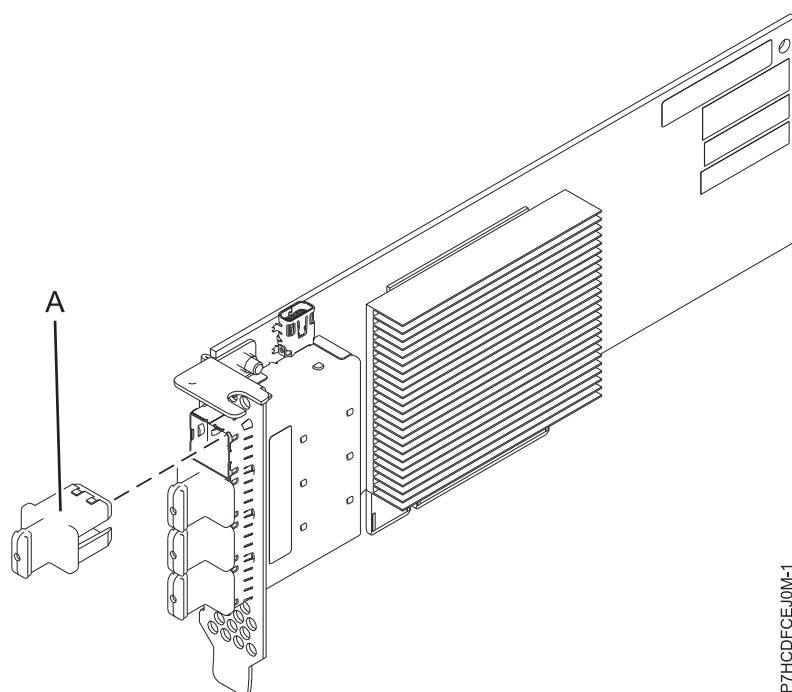

図 20. PCIe3 RAID SAS クワッド・ポート 6 Gb LP アダプター
PCIe3 RAID SAS クワッド・ポート 6 Gb LP アダプターは、PCI Express (PCIe)、第 3 世代、RAID SAS アダプターで、ロー・プロファイル、ショート・フォーム・ファクターです。このアダプターは、高性能で高密度のシリアル接続 SCSI (SAS) アプリケーションに使用されます。これは、物理リンクをさまざまな狭幅ポートおよび広幅ポート構成でできるようにする 4 つの mini SAS 高密度 (HD) x4 コネクタを使用して SAS ハード・ディスク (HDD) およびソリッド・ステート・デバイス (SSD) の接続をサポートします。アダプターは、書き込みキャッシュを備えていません。 65 ページの図 20 は、PCIe3 RAID SAS クワッド・ポート 6 Gb LP アダプターを示しています。
65 ページの図 20 はアダプターを示しています。コネクタ・プラグ (A) は、空白ポートに取り付けて、隣接したポート・コネクタのケーブルが差し込まれたり取り外されたりした場合のそのポートの損傷を防